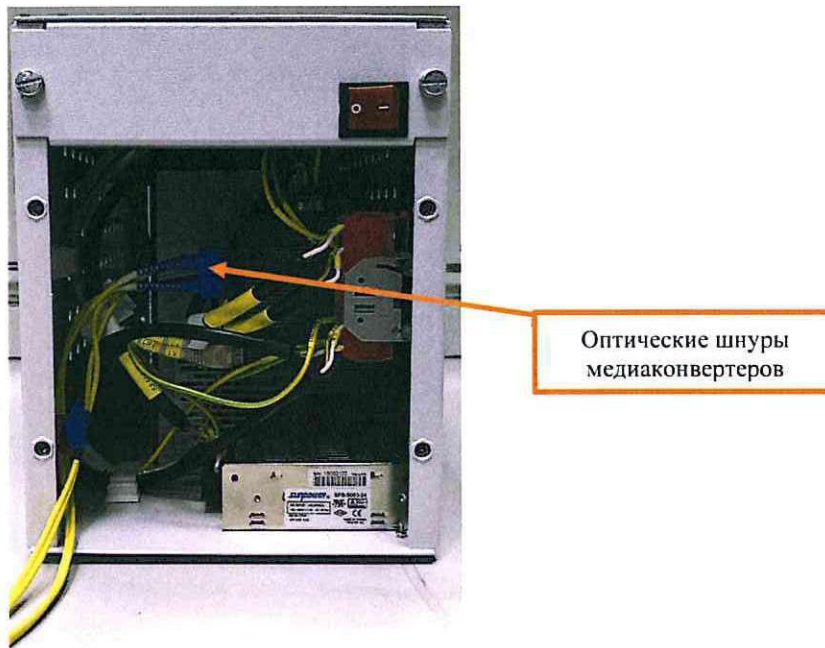

Рисунок 14. Оптические шнуры медиаконвертеров.
7.2.5 Отключить оптические шнуры от медиаконвертеров, установленные на DIN-рейку (Рисунок 14). В случае их отсутствия перейти к пункту 7.2.7.